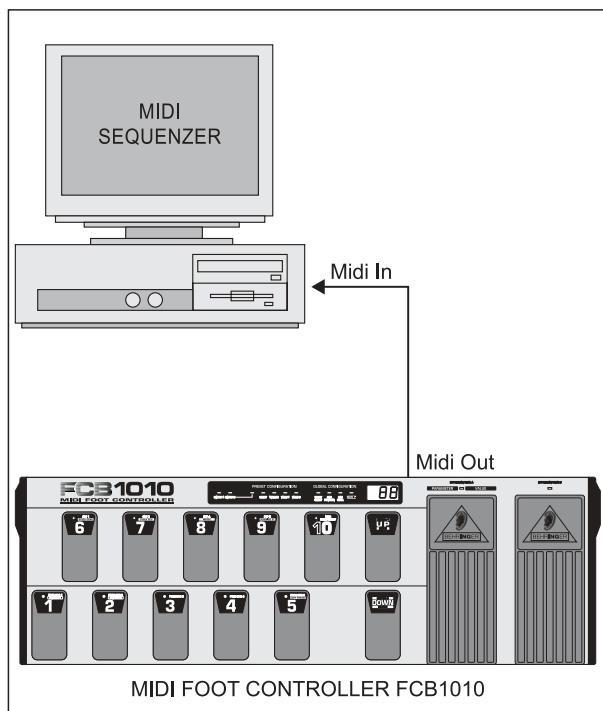

Fig. 2.5 : Emission de Dumps SysEx
- ▲ Câblez la sortie MIDI OUT du FCB1010 à l'entrée MIDI IN de votre séquenceur/ordinateur (voir Fig. 2.5)